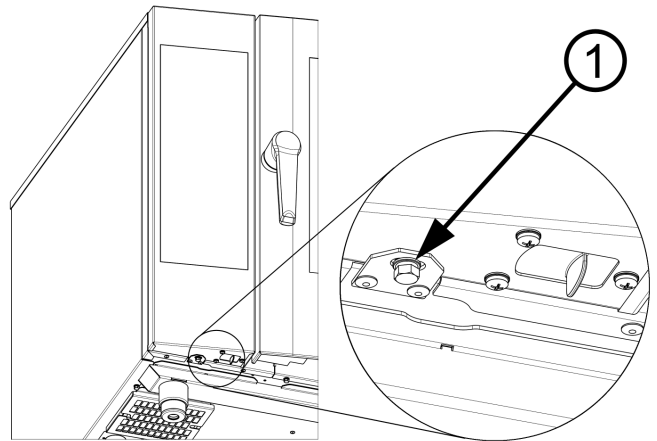

Figure 18 : Ouverture du panneau de commande
Ouvrez le panneau de commande en dévissant le boulon M4 avec la rondelle (1) par le dessous du panneau de commande (voir fig. 18) et retirez le panneau en le glissant vers le haut. Sortez-le vers vous et retournez-le vers la gauche.